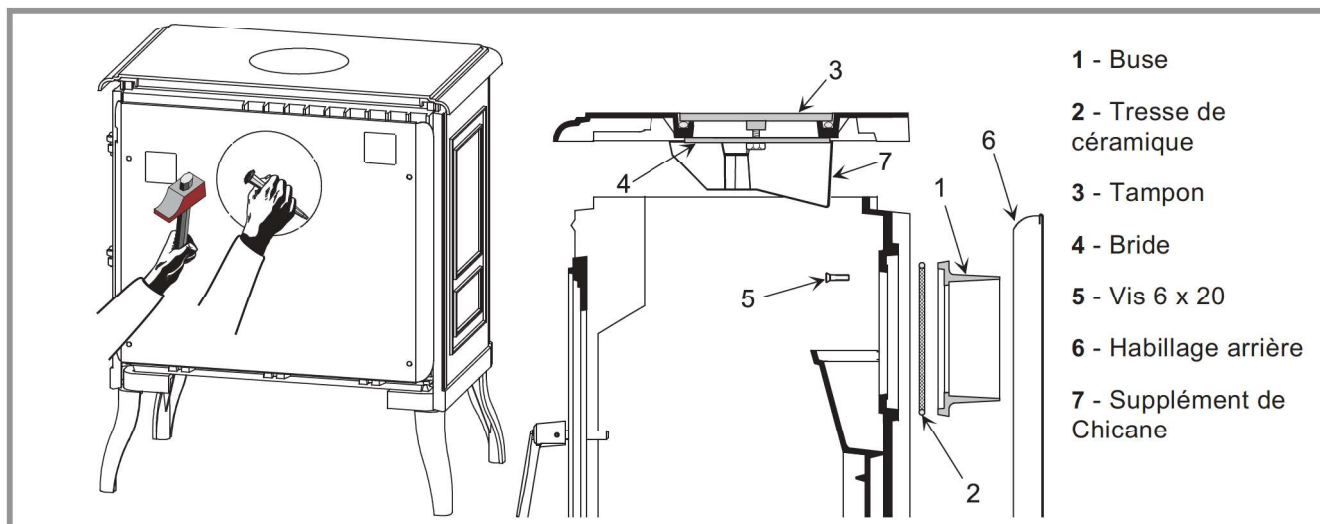

Figure 3 - Départ fumée à l'arrière
2.4.1. Départ de fumée à l'arrière (figure 3)